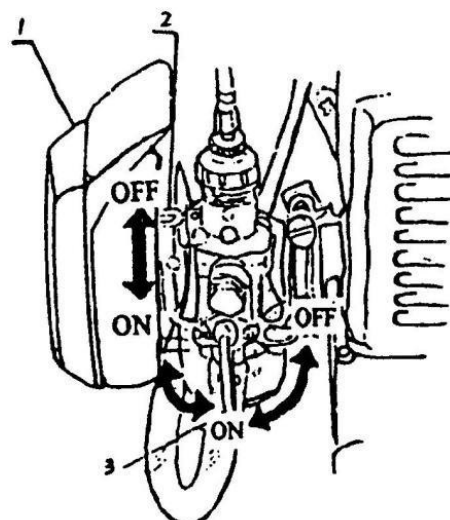

Fig. 9
- 1) Draai de brandstofkraan naar positie 'ON', zie fig. 9.